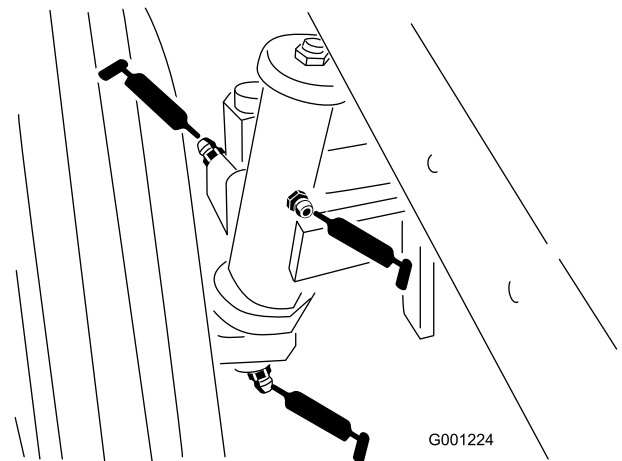

Figure 42
- Bagues de fusée de roue arrière (Figure 42)